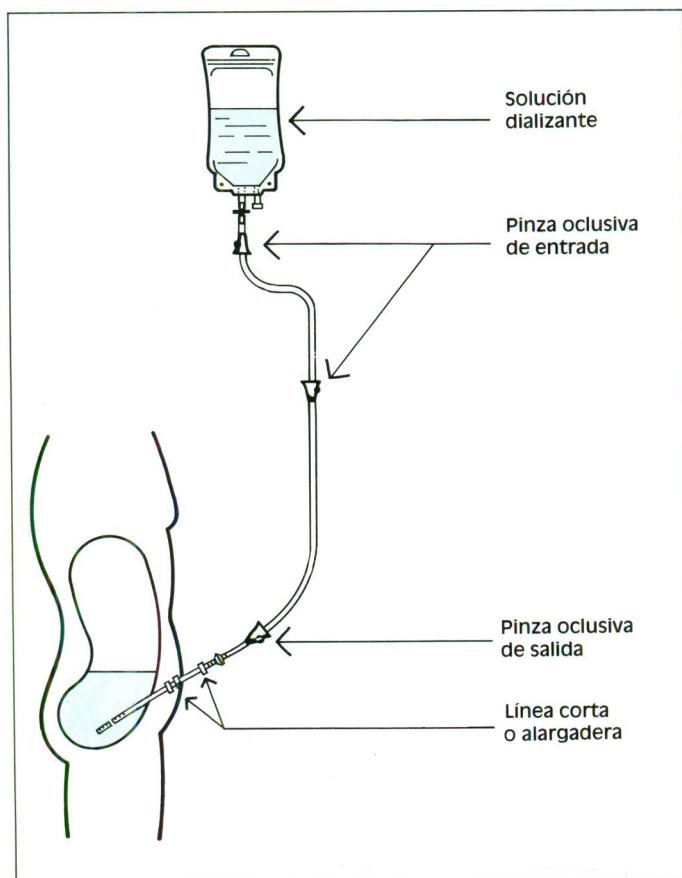

Figura 2. Línea de transferencia simple.
A. Línea de transferencia simple para sistema de CAPD de conexión permanente (figura 2)